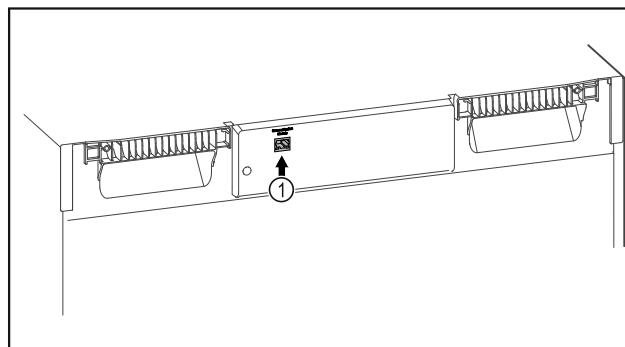

Fig. 84
- Le SmartModule Fig. 84 (1) est en place.